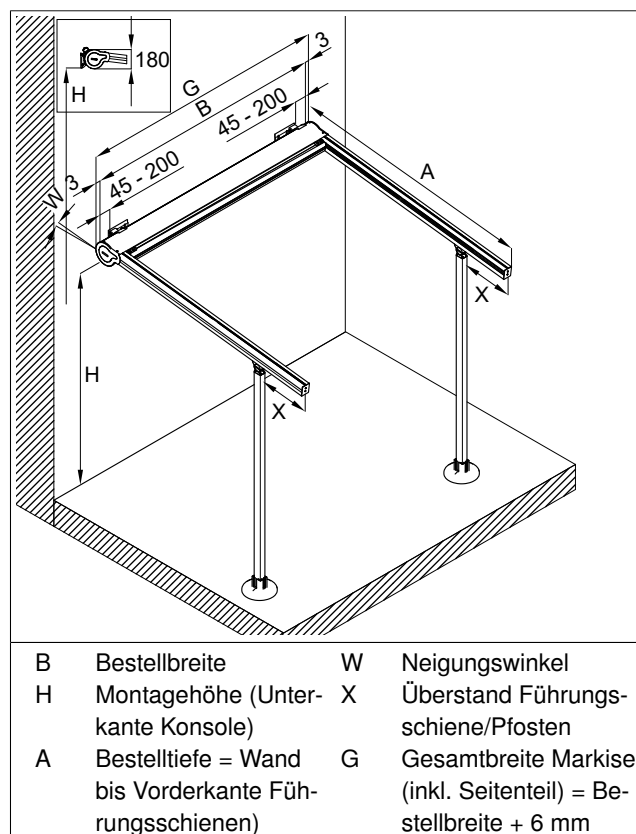
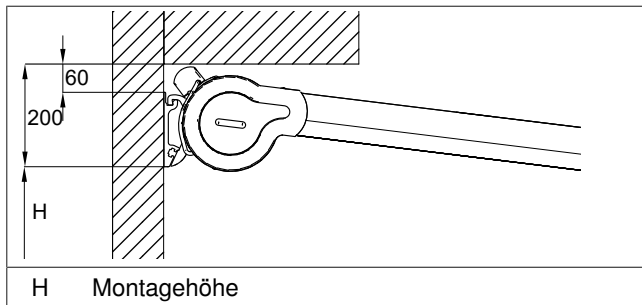
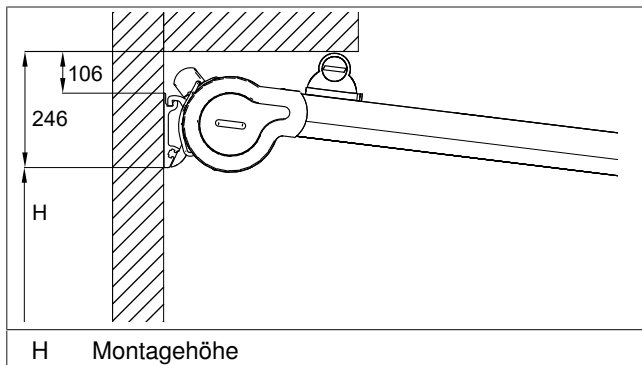

Abb. 3: Maßskizze für Perea P40 freistehend (alle Maßangaben in mm)
Abb. 4: notwendiger Montageaum nach oben bei starrem Verstärkungsprofil (alle Maßangaben in mm)
Abb. 5: notwendiger Montageaum nach oben bei mitlaufendem Verstärkungsprofil (alle Maßangaben in mm)
- Aufnahme auf Position schieben! Maximalen Abstand von Außenkante Markise beachten (siehe Abb. 3)! Schraube noch nicht fest anziehen, Aufnahme muss für das spätere Ausrichten zur Konsole noch verstellbar sein.
<ul style="list-style-type: none"> ■ Position der Konsolen auf dem Montageuntergrund übertragen (siehe Abb. 3/Seite 7)! Dabei den benötigten Abstand zu Decke beachten (siehe Abb. 4 oder siehe Abb. 5). Auf Höhengleichheit achten. ■ Konsole an der Markierung senkrecht und waagrecht ausgerichtet halten! ■ Das Bohrbild übertragen. ■ Die Befestigungslöcher bohren.
<ul style="list-style-type: none"> ■ Position der Schwerter für Dachsparrenmontage auf dem Montageuntergrund übertragen (siehe Abb. 3/Seite 7)! Auf Höhengleichheit achten. ■ Schwerter für Dachsparrenmontage an der Markierung senkrecht und waagrecht ausgerichtet halten! ■ Das Bohrbild übertragen. ■ Die Befestigungslöcher bohren.